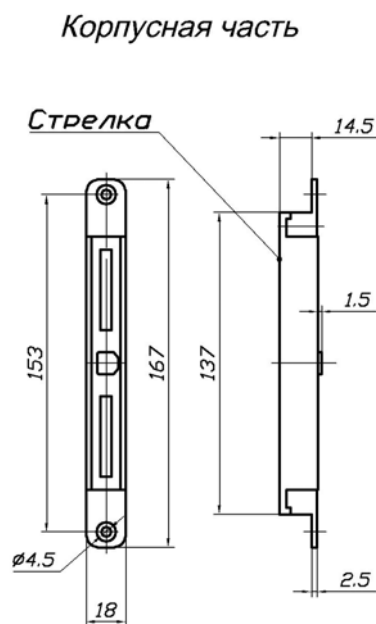

Рис. 3.
- 5.2 Корпусная часть ЗАМКА устанавливается в гнездо дверной коробки. Гнездо выполняется напротив якорной части с учетом габаритно-установочных размеров корпусной части (рис. 3) и расположения выводов управления. Удерживающий выступ на корпусной части должен быть ориентирован в направлении закрывания двери.